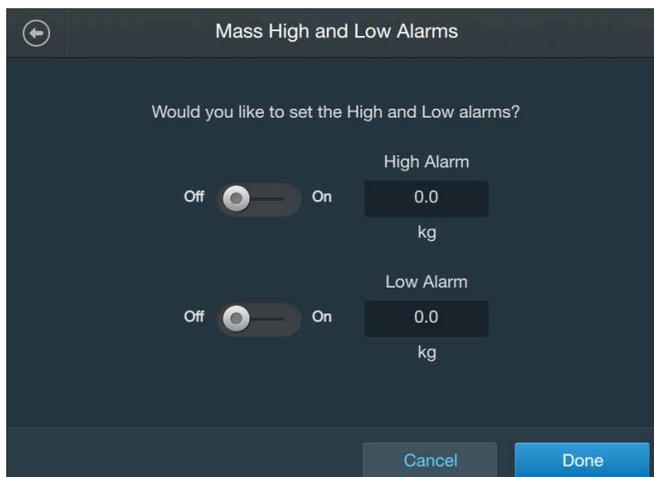

Abbildung 3.22. Bildschirm „Agitation High and Low Alarms“ (Maximal- und Minimalwertalarm für den Mischprozess).
4. Im daraufhin angezeigten Bildschirm (Abbildung 3.22) gibt es jeweils getrennte Bereiche für den „High Alarm“ (Maximalwertalarm) und den „Low Alarm“ (Minimalwertalarm). Um den Maximalwertalarm zu konfigurieren, schieben Sie den entsprechenden Schalter auf „On“ (Aktivieren). Geben Sie in das Feld unter „High Alarm“ (Maximalwertalarm) den Massenwert ein, der den Maximalwertalarm aktiviert.